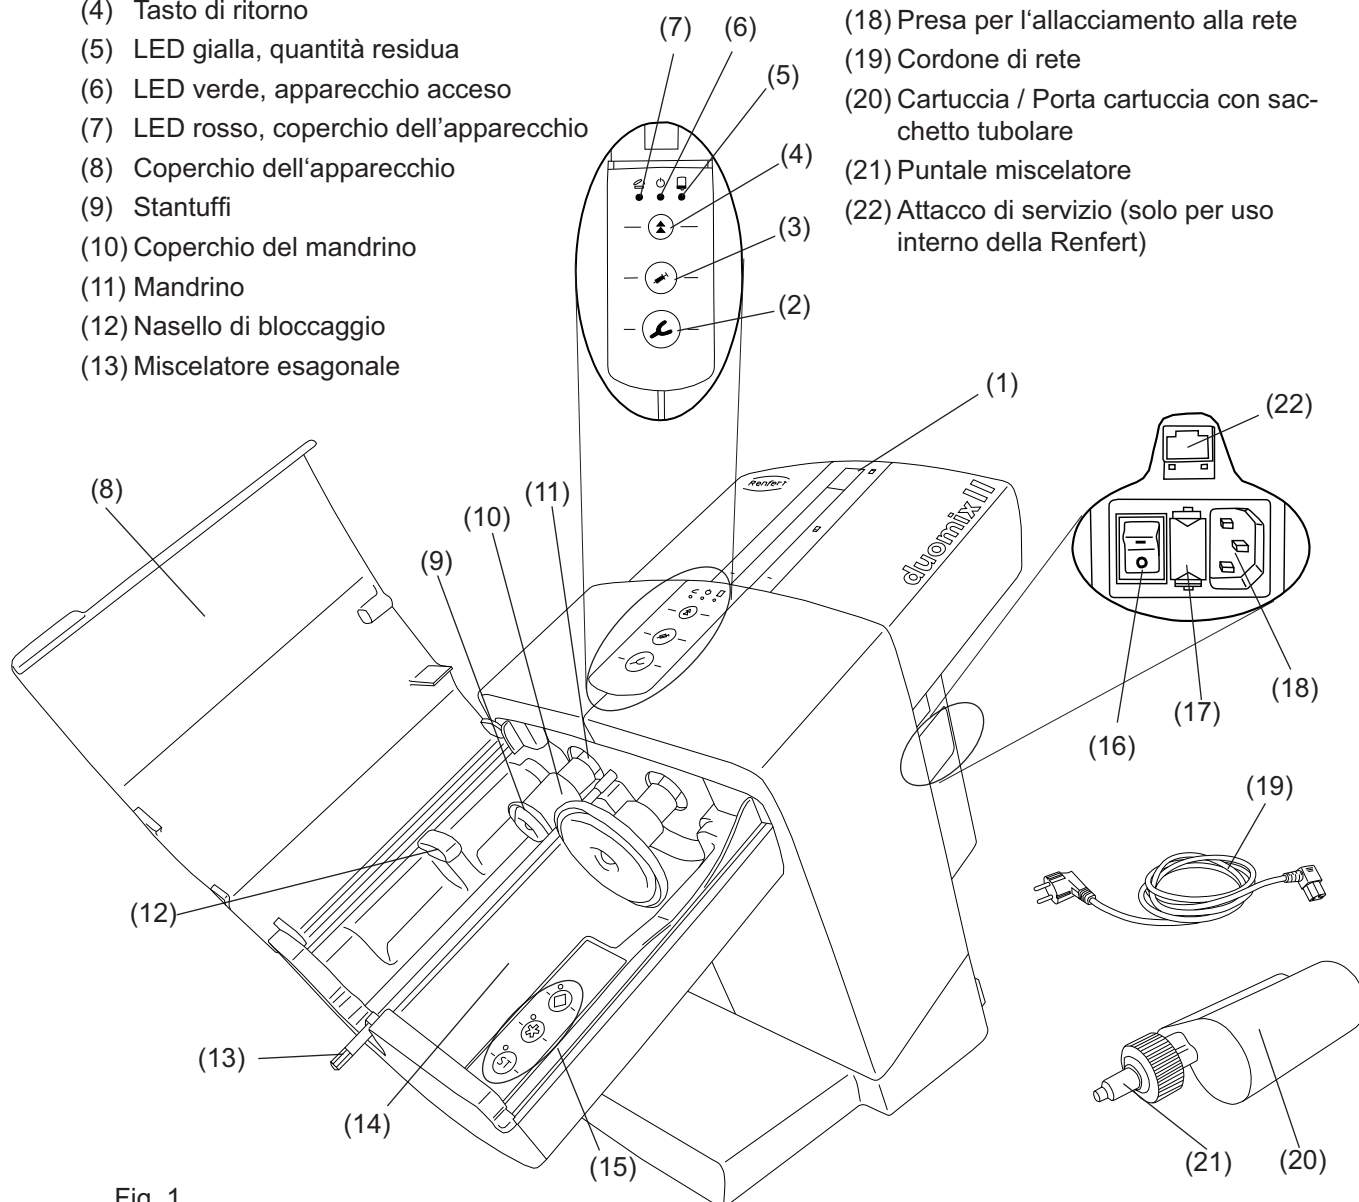

Fig. 1
- Inserire il cordone di rete (19, fig. 1) incluso nella confezione nella presa per l'allacciamento di rete.
- Accendere l'apparecchio premendo il pulsante di rete (16).
- Aprire il coperchio dell'apparecchio (8, fig. 1).
- Inserire la cartuccia (20) munita del puntale miscelatore nell'apparecchio. Assicurarsi che la cartuccia sia posizionata sotto il nasello di bloccaggio (12).
- Premere il pulsante per il programma di miscelazione (15), vedi anche il cap. 5.1.1.
- Chiudere il coperchio dell'apparecchio (8, fig. 1).
Il coperchio dell'apparecchio può essere chiuso solamente se la cartuccia è inserita in modo corretto. Finché il coperchio dell'apparecchio non è chiuso in modo corretto, la spia LED a luce rosso "coperchio dell'apparecchio" (7, fig. 1) rimane accesa.